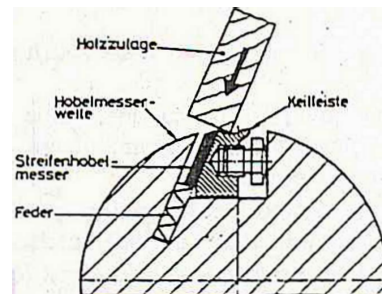

Bild 4: Streifenhobelmesser mit einem Holz in den Schlitz drücken und die mittleren Schrauben anziehen
- Hobelmesser mit einem Holzstück so weit wie möglich in den Schlitz drücken und die beiden mittleren Druckschrauben so weit anziehen, daß das Hobelmesser geklemmt wird (Bild 4).